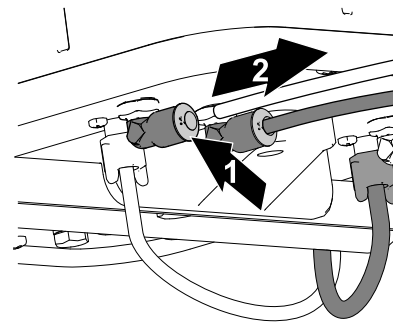

Figure 17
3. Tirez le tube hors du raccord (Figure 17).
2. Enfoncez la bague de blocage (Figure 17).